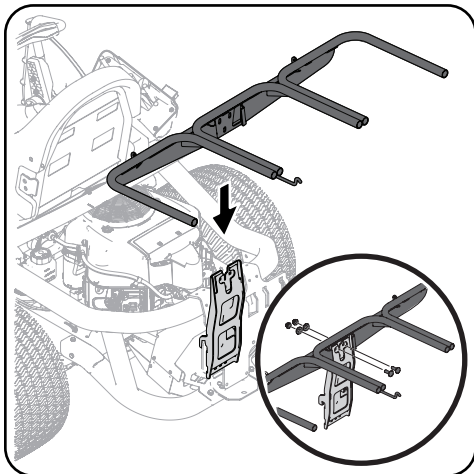

Figure 4-12
6. Ouvrez le capot en enfonçant les onglets arrière avec votre main (1) l'ouvrir, comme illustré à la Figure 4-12 et en soulevant le couvercle de l'autre main au centre, à l'arrière du couvercle de l'ensacheuse (2).